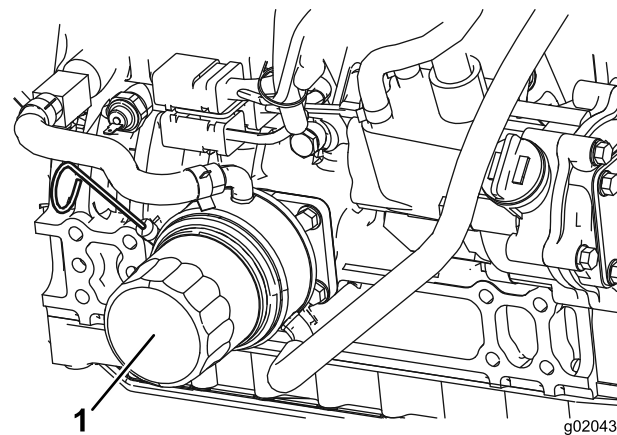

Figura 52
2. Retire o filtro do óleo (Figura 52). Aplique uma leve camada de óleo limpo no vedante do filtro novo antes de o montar. **Não aperte demasiado.**